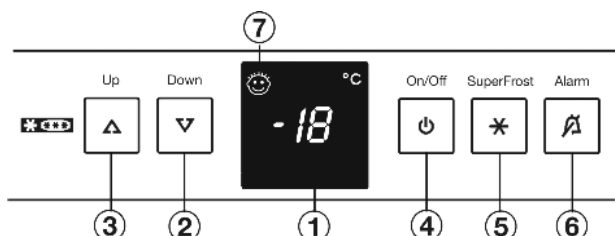

Fig. 2
- ▶ нажмите кнопку On/Off Fig. 2 (4).
- ▶ Активация режима настройки: удерживайте кнопку SuperFrost Fig. 2 (5) припл. 5 секунд.
- ▶ Кнопкой настройки Up Fig. 2 (3) или кнопкой настройки Down Fig. 2 (2) выберите h.
- ▶ Подтвердить: Коротко нажмите кнопку SuperFrost Fig. 2 (5).